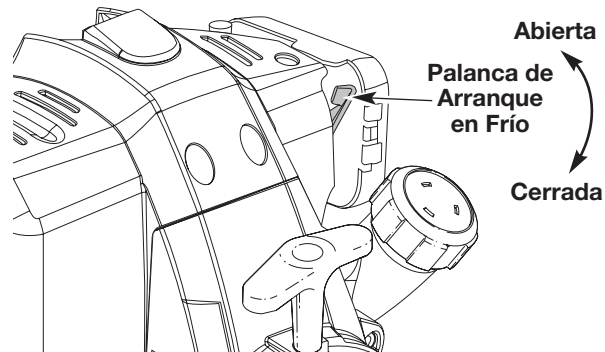

Fig. 22
**SI FRIO...** Para condiciones de clima frío (inferior a 4°C/ 40°F), ponga la Palanca de Arranque en Frío (Fig. 22) en la posición de cerrada/encienda y proceda al paso 3. NO mueva esta palanca hacia abajo si la temperatura sobrepasa 4°C (40°F).